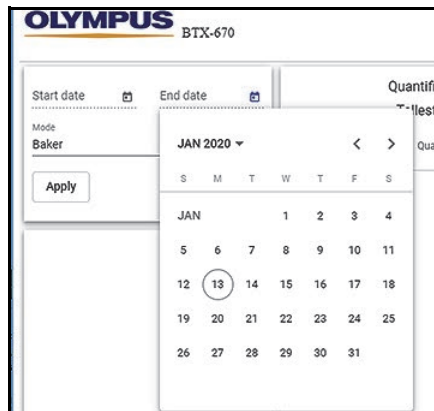

Figura 5-6 Finestra di dialogo Date/Mode
2. Nella finestra di dialogo Date/Mode (Data/Modalità) [vedi Figura 5-6 a pagina 75], usare il calendario per cercare i risultati per data (opzionale). Selezionare la **Data d'inizio** (Start date) e/o la **Data di fine** (End date) per scegliere un intervallo di date.